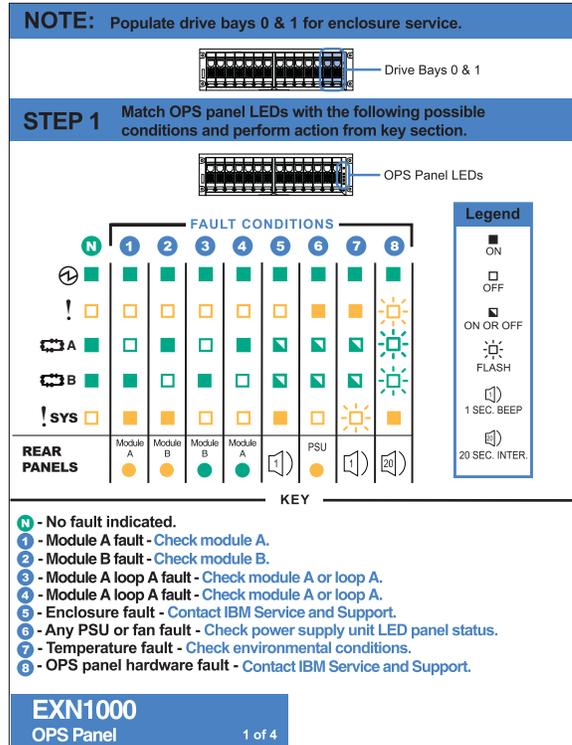

Figura 6. Indicaciones de los LED de condiciones normales y de error
**Nota:** los LED de error y del sistema son de color ámbar. Los otros tres LED son verdes. Consulte la Figura 6 en la página 23 para ver una explicación con ilustraciones sobre cómo funcionan los LED.